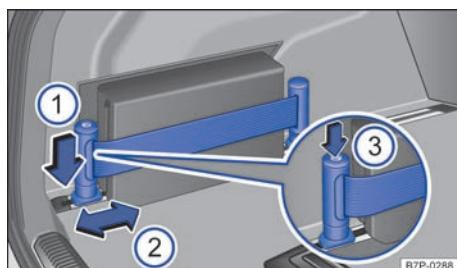

图 128 行李箱内左侧：拉紧带
- 将支架向下按压 → 图 128 ① 并同时推到所需位置 ②。
- 按压支架的按钮 ③, 缩紧拉紧带。